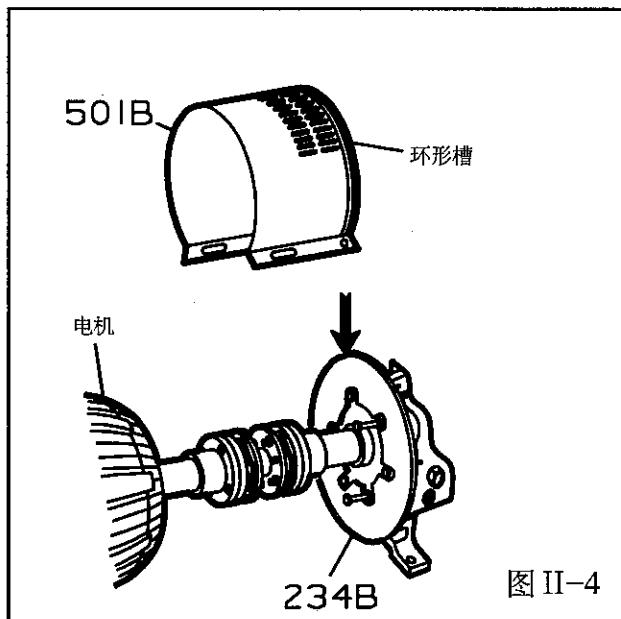
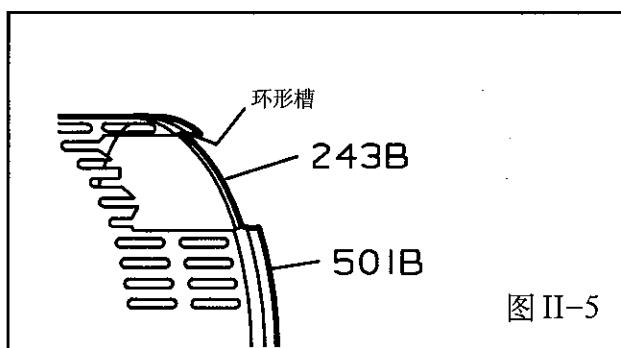

图 II-4
图 II-5
2. 轻轻地拉开底部开口的联轴器护罩并将其安装到泵端板上, 如图 II-4 所示。护罩上的环形槽罩在端盘上。(图 II-5)
4. 从泵端的联轴器护罩上拆去剩下的螺母螺栓和垫圈, 轻轻拉开联轴器护罩并从上方取出(图 II-4)。